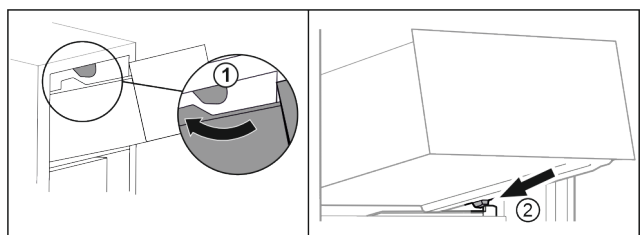

Fig. 21
- ▶ Lade om de bovenste stopper leiden Fig. 21 (1).
- ▶ Lade schuin achter de achterste stoppers op de containerrib plaatsen Fig. 21 (2).